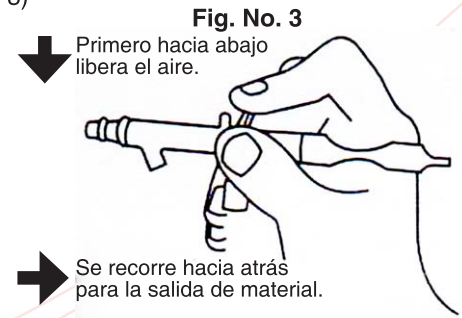

Fig. No. 3
7. Para el punteado, retire la tapa de la tobera, presione el gatillo hacia abajo y bombee el gatillo hacia adelante y hacia atrás. Ajuste la presión de aire entre 15 y 50 PSI para obtener el efecto de punteado que requiere. (Fig. No. 3)